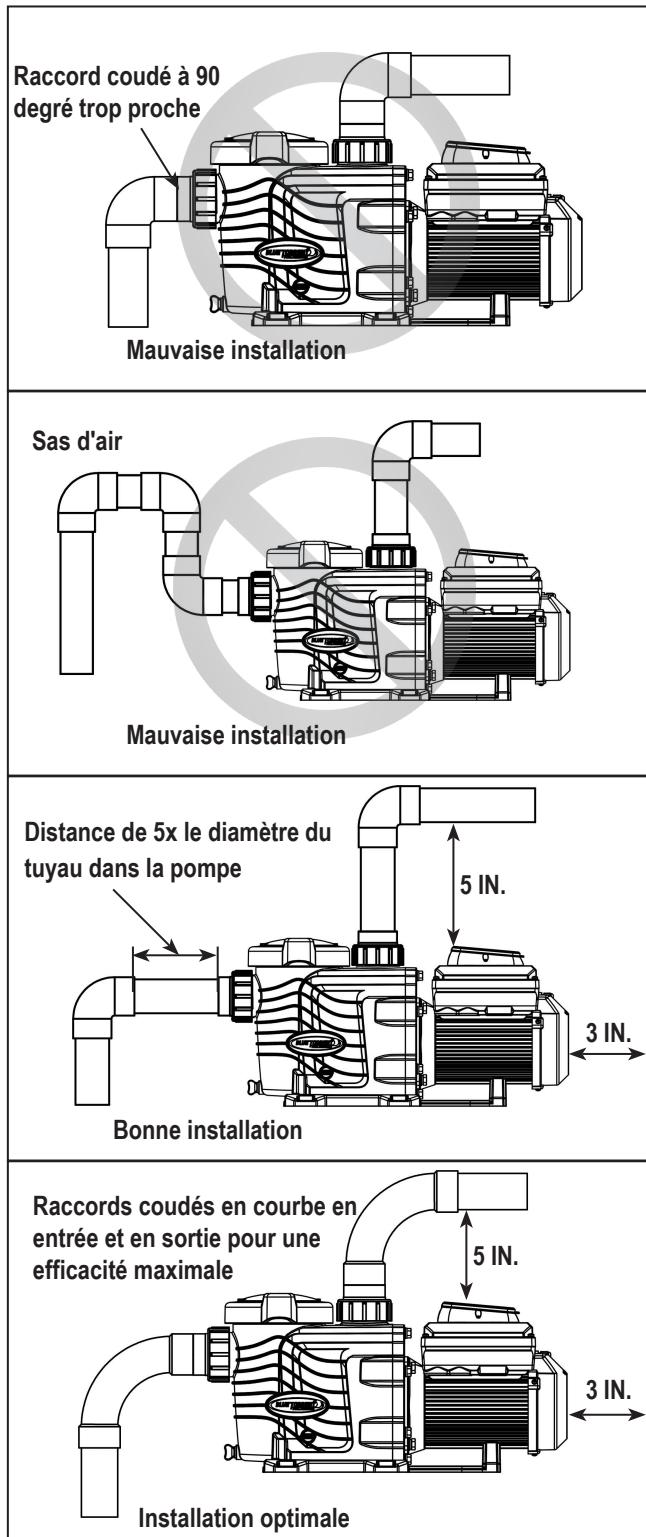

Figure 3
8. Installez la pompe avec un dégagement arrière d'eau moins 7,6 cm (3 pouces) afin que le moteur puisse être retiré facilement pour l'entretien et la réparation. Voir la figure 3.
4. Pour la plupart des installations, il faut installer une vanne sur les conduites d'aspiration et de retour de la pompe afin de pouvoir isoler la pompe pendant l'entretien. Nous recommandons également qu'une vanne, un coude ou un té installé dans la conduite d'aspiration ne soit pas plus proche de l'avant de la pompe que cinq (5) fois le diamètre de la conduite d'aspiration. Voir la figure 3.